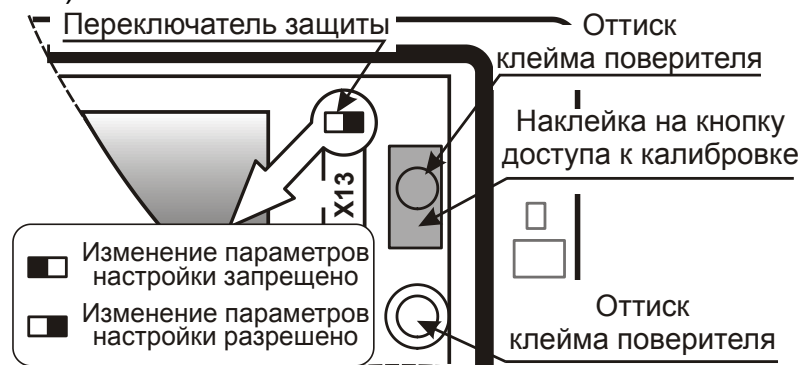
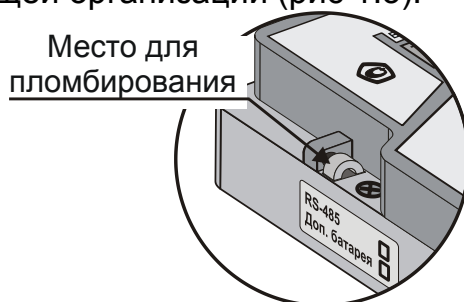

Рис. 1.2 – Места пломбирования поверителем
Рис. 1.3 – Место пломбирования инспектором
**Защита калибровочных коэффициентов** выполняется наклеиванием самоклеющейся этикетки на кнопку доступа к калибровке и нанесением оттиска клейма поверителя (рис. 1.2).
**Защита от внесения изменений в электронный модуль** вычислителя выполняется нанесением оттиска клейма поверителя на мастику в чашке (рис. 1.2).
**Защита настроечных параметров** выполняется переводом переключателя защиты в левое положение (рис. 1.2) и пломбированием вычислителя пломбой инспектора теплоснабжающей организации (рис. 1.3).
После поверки ВКТ-7 электронный модуль пломбируется поверителем. Места пломбирования показаны на рис. 1.2.